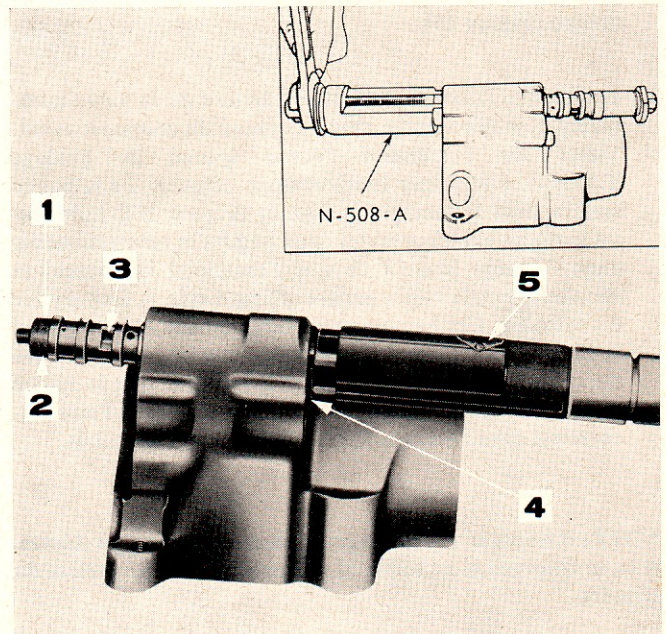

Figure 27: Montage de la chemise du tiroir de commande
6. Introduire l'adaptateur T.8510-1/k (extrémité décollée en avant), par l'arrière de l'alésage de la chemise du tiroir de commande, puis, en opérant par l'arrière du cylindre, introduire à travers le guide, l'extension No T.8510-1/a montée sur l'extracteur No 8510. Placer la chemise du tiroir sur l'extension. On remarquera que les surfaces portantes de la chemise ont des dimensions différentes, et que l'extrémité lamée doit être orientée vers l'avant du cylindre. Lubrifier la chemise, puis, l'écrou No T.8510-1/h servant à retenir la chemise et à centrer l'extension, tirer la chemise dans l'alésage jusqu'à ce que sa face avant touche la face intérieure du guide (Figure 27). Desserrer l'écrou de l'outil et retourner le guide, en introduisant le décolletage dans le corps de l'outil de telle façon que la plus grande face du guide soit orientée vers la face arrière du cylindre. Serrer de nouveau l'écrou de l'outil et terminer la mise en place de la chemise du tiroir de commande en l'amenant au contact du guide, de telle façon que l'extrémité avant de la chemise affleure avec la face avant du cylindre.
On peut également utiliser l'extracteur No N.508-A pour monter la chemise du tiroir de commande (cartouche, Figure 27).